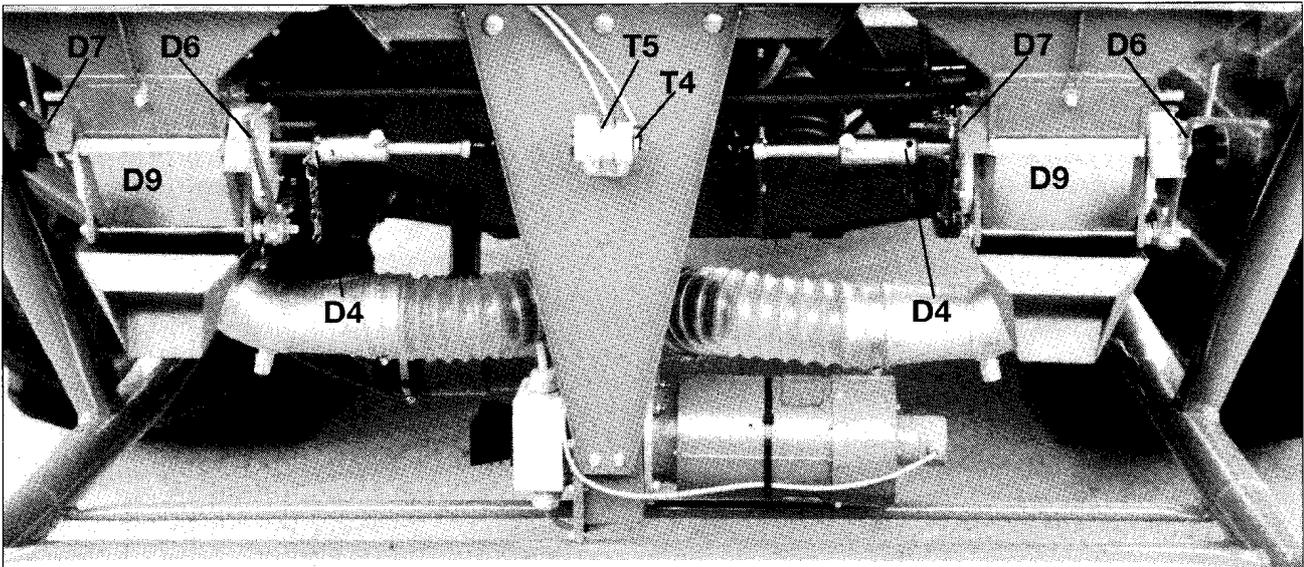
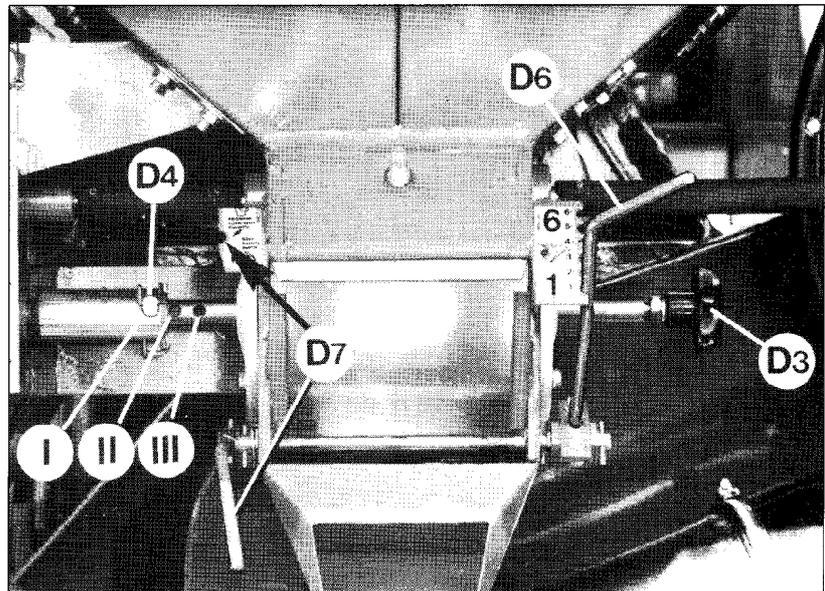

Fig. 12
Fig. 17
7. Hektarzähler; zeigt 1/100 ha an. Er zählt auch bei halbseitig abgeschalteter Maschine nur die besäte Fläche; dazu muß der zu entfernende Rohrklappstecker (D 4) im Tasterblock (T5) eingesteckt sein (siehe Fig. 12).
Der elektronisch geregelte Motor treibt zwei dosiermengengleiche Einheiten an; jede „Dosiereinheit“ ist vom Antrieb einzeln abkuppelbar - Rohrklappstecker D4 (Fig. 12). Alle Einstellungen immer an beiden Dosiereinheiten vornehmen!
Zu 2.) Bodenklappen, Fig. 17 + 12: mit dem Stellhebel D6 laut Saatgutübersicht einstellen; sechs Raststellungen (1 = „unten“/vorn). Die Bodenklappe bildet unter den Dosierrädern den Abschluß des Dosiergehäuses; sie ist abgefedert, kann ausweichen (bei Fremdkörpern im Saatgut).
Zu 3.) Abdrehklappen, Fig 17 + 12: nur zum Abdrehen den Hebel D7 in oberer Stellung einrasten (Fig. 12) - Abdrehklappe offen.
Arbeitsstellung: Hebel „runter“ (Fig. 17).